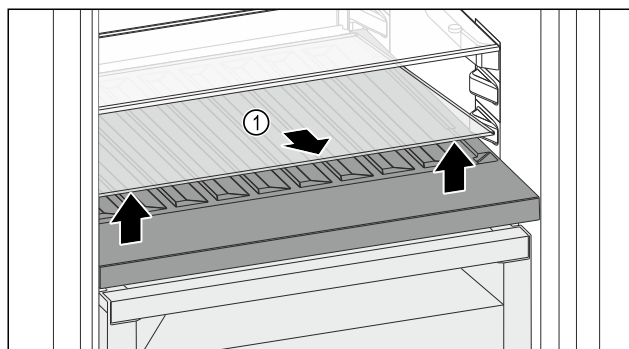

Fig. 97
- Glasplatte Fig. 97 (1) an der Aussparung vorne anheben und herausnehmen.
- Glasplatte Fig. 97 (1) außerhalb des Geräts sicher aufbewahren.